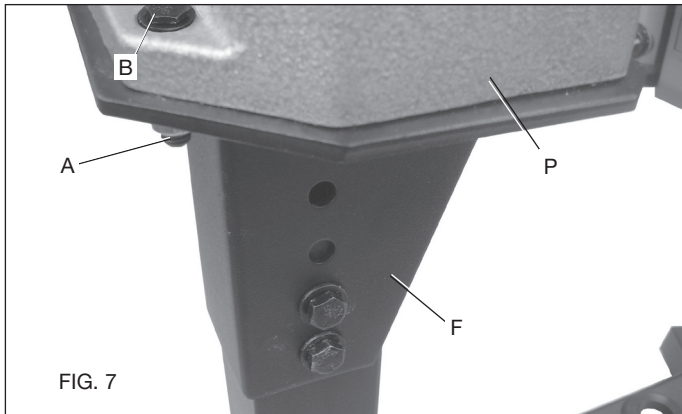

FIG. 7
8. Place lathe (P) Fig. 7 on top of both lathe stand platforms - one shown at (F) - and line up holes in lathe base with holes in platform.
9. Attach lathe to stand at these holes using four 3/8-16 x 1-1/2" (38 mm) hex head bolts (B) Figure 7, eight 3/8 flat washers and four 3/8-16 nylock nuts (A).
10. For each hole, place a washer (not shown) on the hex head bolt and insert it down through the hole at (B) Fig. 7. Place a second washer on bolt underneath and tighten securely using nylock nut.
8. Placez le tour (P), fig. 7, sur les deux plateaux des plateformes du banc de tour, comme illustré par (F), et alignez les trous sur la base du tour sur les trous de la plateforme.
9. Rattachez le tour au banc par ces trous à l'aide de quatre boulons à tête hexagonale de 38 mm (3/8-16 x 1-1/2 po) (B), fig. 7, huit rondelles plates de 3/8 et quatre écrous nylock de 3/8-16 (A).
10. Pour chacun des trous, placez une rondelle (non illustrée) sur les boulons à tête hexagonale puis insérez ces derniers dans les trous (B), fig. 7. Placez une deuxième rondelle dessous, sur chaque boulon, puis resserrez soigneusement à l'aide d'un écrou nylock.